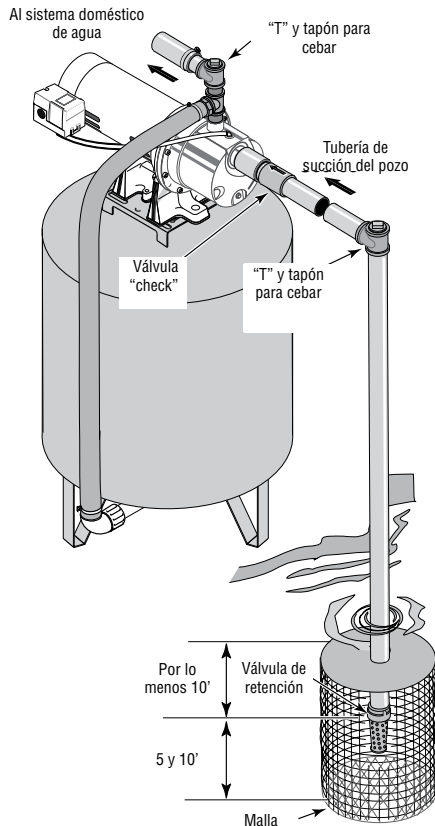

Figura 3: Instalación para agua superficial
Instalación para agua superficial (Figura 3)
2. Instale una válvula de retención y la tubería de succión (vea la Figura 3). Asegúrese de que la válvula de retención funcione libremente. Utilice cinta sellante de PTFE para roscas de tubería o un compuesto a base de PTFE especial para juntas de tuberías de las juntas roscadas de la tubería. Proteja la conexión de la válvula de retención de peces, basura, etc., con la instalación de una malla de alambre a su alrededor (vea la Figura 3).
4. Instale una “T” para cebar, tapón para cebar y la tubería de succión a la bomba (vea la Figura 3). Soporte la tubería para que no haya inclinaciones verticales o hundimientos en ella a fin de que no ejerza tensión sobre el cuerpo de la bomba y con el propósito de que no se incline ligeramente hacia arriba desde el pozo hacia la bomba (los puntos altos pueden ocasionar que se formen bolsas de aire que pueden bloquear la bomba). Selle las juntas de la tubería de succión con cinta sellante de PTFE para roscas de tubería o con un compuesto a base de PTFE especial para las juntas de las tuberías. Las juntas deben ser a prueba de agua o estar herméticamente cerradas. Si la tubería de succión pudiera succionar aire, la bomba no podrá sacar agua del pozo.